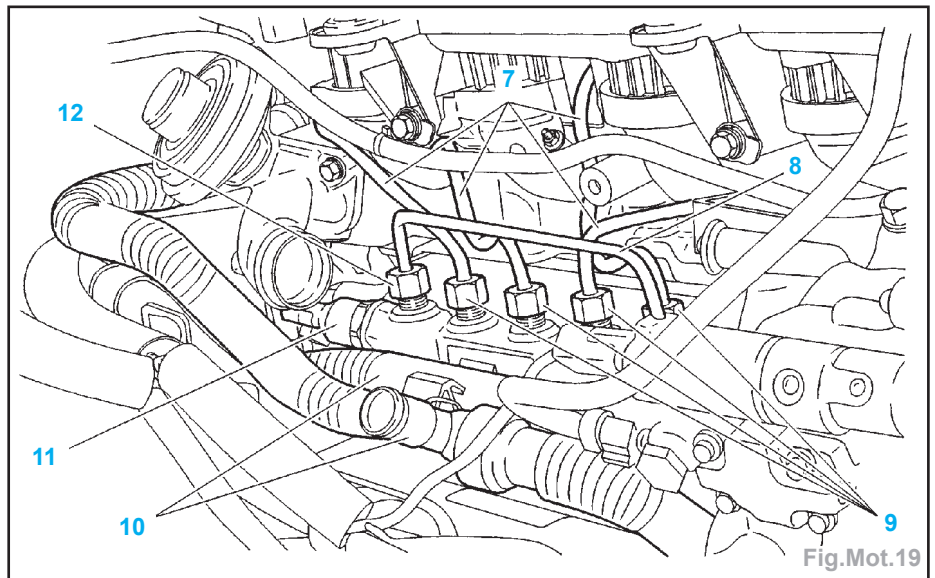

Fig.Mot.19
- Desserrer les raccords (9) et (12) (Fig.Mot.19).
- les tubes haute pression (7) et (8),
- le connecteur du capteur haute pression (11).